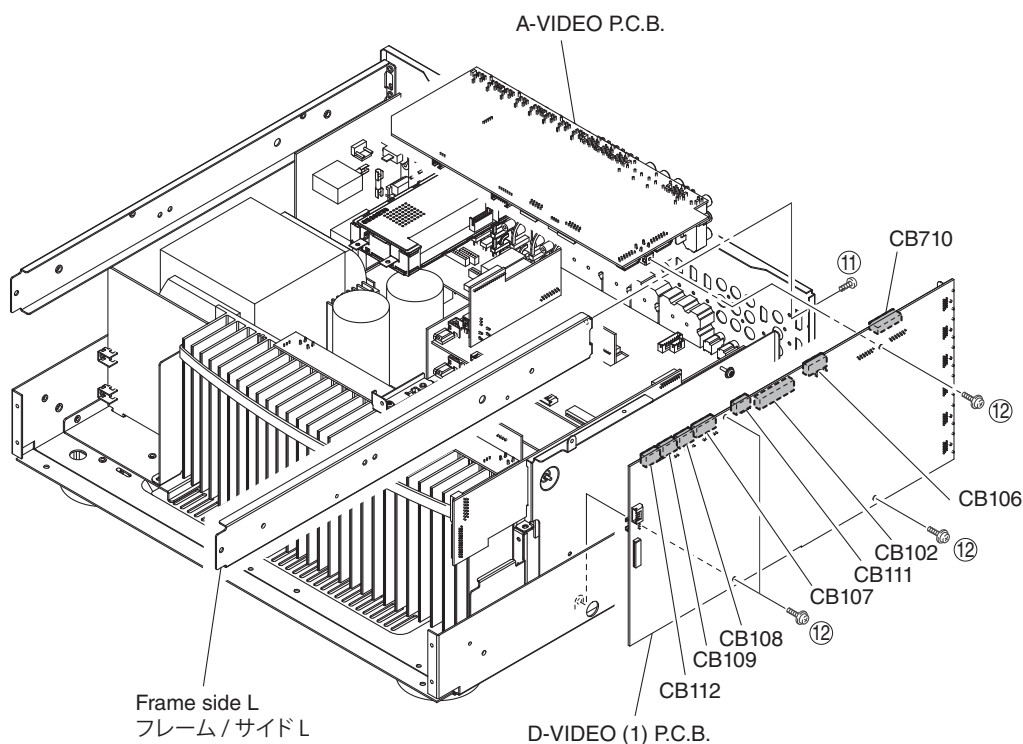

Fig. 4
- Remove screw ( ⑪ ). (Fig. 4)
- Remove the frame side L. (Fig. 4)
- Remove 4 screws ( ⑫ ). (Fig. 4)
- Remove CB102, CB106-CB109, CB111, CB112, CB710 and then remove the D-VIDEO (1) P.C.B. which is connected directly to the A-VIDEO P.C.B. with board-to-board connectors. (Fig. 4)
- Remove the A-VIDEO P.C.B.. (Fig. 4)
- ⑪ のネジ 1 本を外します。(Fig. 4)
- フレーム/サイド L を取り外します。(Fig. 4)
- ⑫ のネジ 4 本を外します。(Fig. 4)
- CB102、CB106～CB109、CB111、CB112、CB710 を外し、D-VIDEO (1) P.C.B. を取り外します。ただし、D-VIDEO (1) P.C.B. は、A-VIDEO P.C.B. に基板対基板コネクタで直接接続されています。(Fig. 4)
- A-VIDEO P.C.B. を取り外します。(Fig. 4)